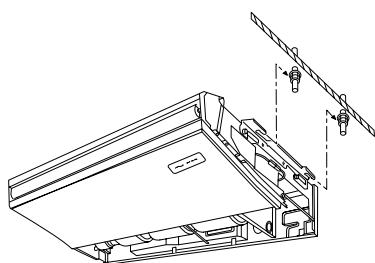

Fig. 3-6
- (A) Staffa di sospensione
- (B) Unità
1) Sospensione diretta dell'unità (Fig. 3-6)